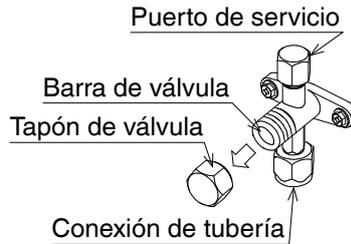

Fig. 8
- El nombre de las partes necesarias para manejar las válvulas de cierre de tubería para las unidades interior y exterior se describe en la **Fig. 8**. Las válvulas se cierran antes del envío.